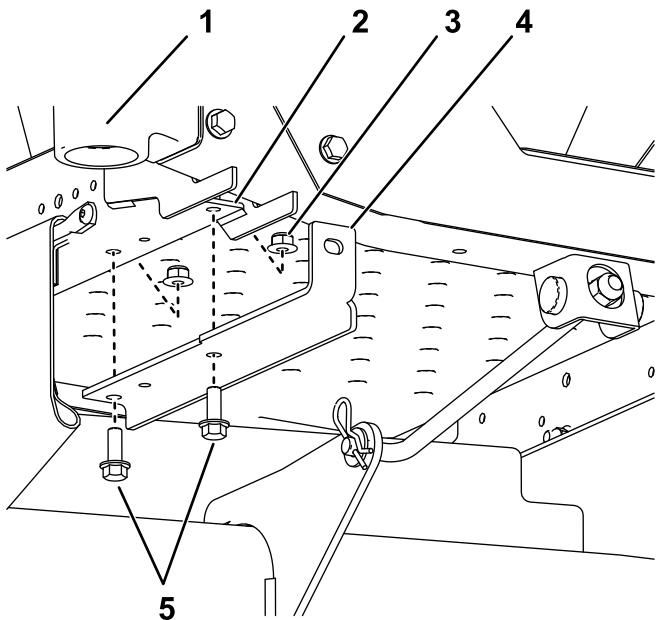

Bild 4
1. Montieren Sie die Ballasthalterungen an der Unterseite des Rahmens mit zwei Schrauben ($\frac{3}{8}$ " x 1") und zwei Kontermuttern ($\frac{3}{8}$ "), wie in Bild 4 dargestellt.